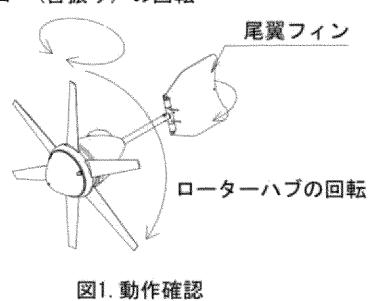

図1. 動作確認
- ・ローターハブとヨー(首振り)の回転は滑らかか。(図1)
- ・尾翼フィンは自由に動くか。(図1)
- (9) プロペラ型風力発電機内部の防水は連續運転を前提に成り立っていますので、長期間運転が望めない場合はカバーなどをかけておいてください。
- (10) サボニウス型風車は定期的な注油などは必要ありませんが、1年に1回は定期点検をおこなってください。点検時には、風車が回らないように支柱に紐で縛ってください。